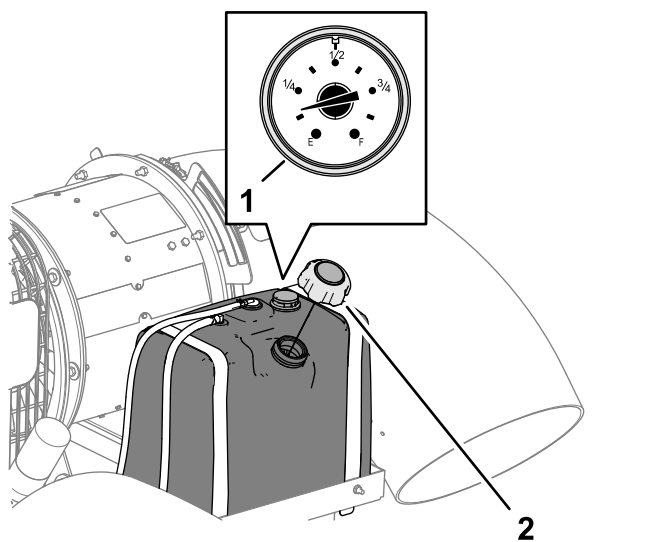

図 13
2. 燃料タンクのキャップの周囲をきれいに拭いてからキャップを取る図 13。
4. 燃料タンクのキャップをしっかりとめはめる図 13。